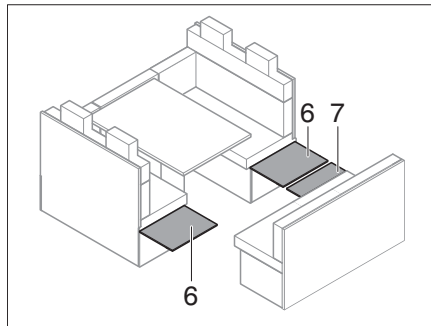

Fig. 197 Desplegar las paredes laterales
- Desplegar las paredes laterales de la caja del asiento (Fig. 197,6) y la pared delantera de la caja del asiento (Fig. 197,7).